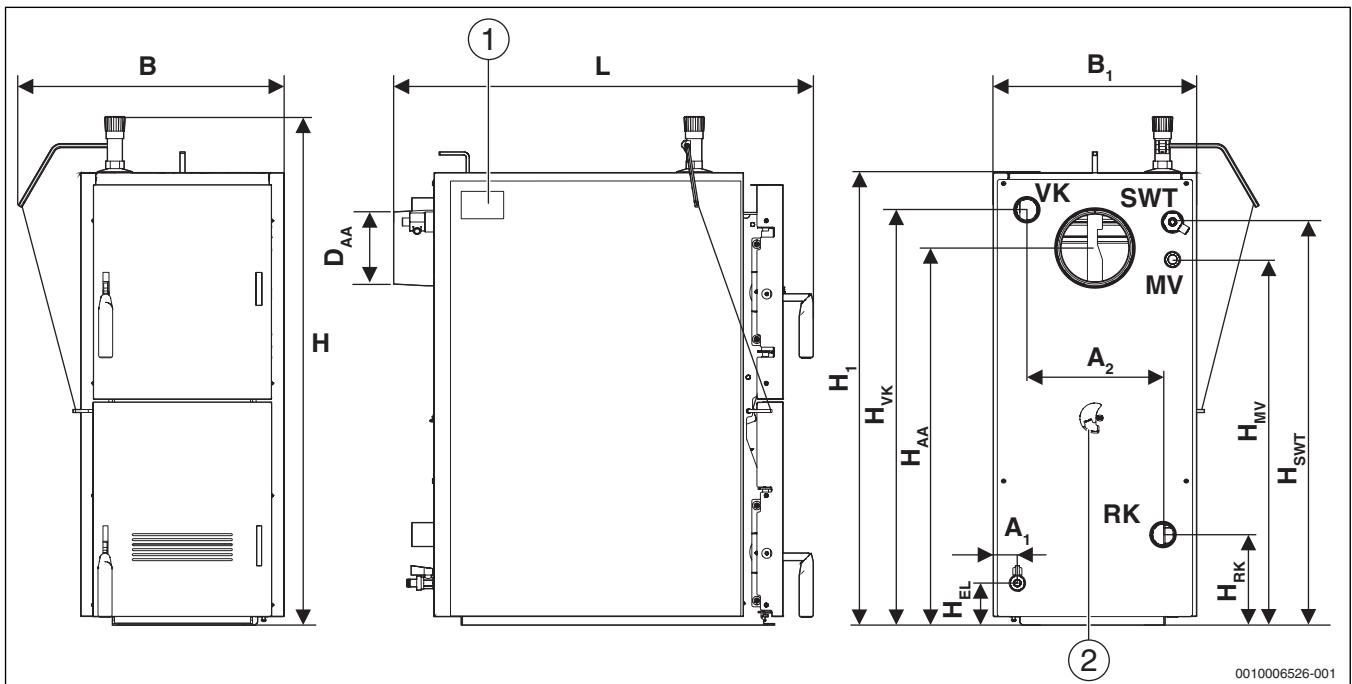

Рис. 4 Размеры Solid 2000H SFH 15 HNS
- ▶ Наклейте заводскую табличку в хорошо доступном и видимом месте, например, вверху на боковую стенку котла (→ рис. 4, стр. 6).